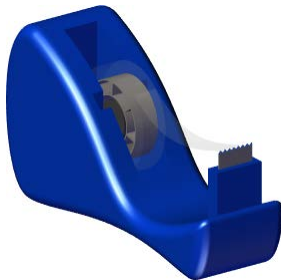
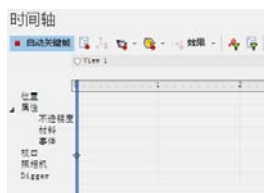

图 8-63 模型调整效果
图 8-64 自动生成的关键帧
STEP 2 根据前面学到的知识取消地面和网格的显示,并将视口的背景设置为白色,再将模型调整到利于观察和创建爆炸视图的方位,如图 8-63 所示。此时系统会自动在 0 帧位置处生成相关关键帧,如图 8-64 所示。